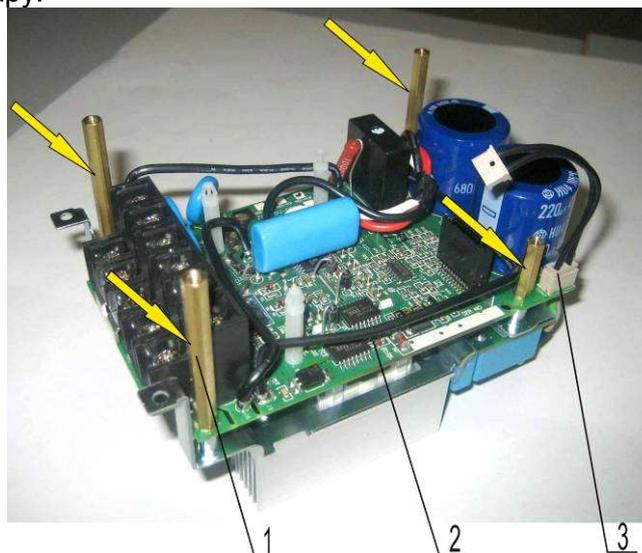

Рис. 6.9
6.7.1. Выкрутить четыре стойки 1 (рис. 6.9). Положить стойки в тару.
6.7.2. Отсоединить розетку 3 от разъёма на плате 2 (рис. 6.9). Положить кабель питания в тару.